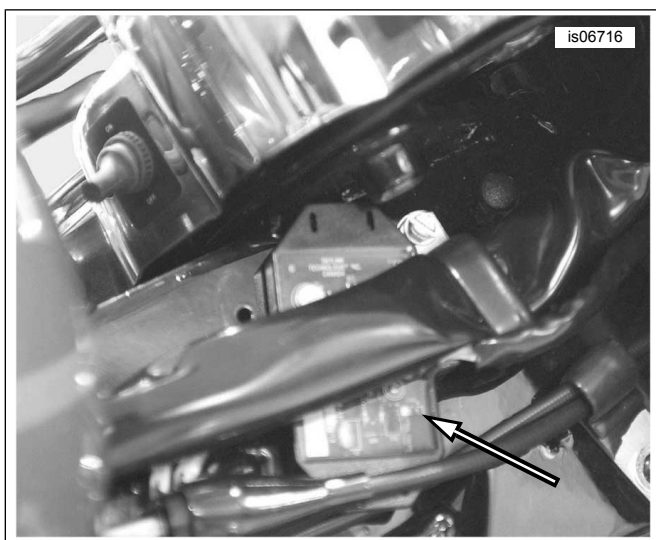

Figura 10. Montaggio del trasmettitore vicino alla canna della forcella (FLHR 2013 ed anni precedenti)
Touring FLHR/ Trike FLRT (tutti)	al lato destro del telaio vicino alla canna della forcella, all'interno della gondola, con cuscinetto di schiuma (rimuovere prima il faro anteriore) (Vedere la figura 10.).
3. Vedere Figura 10 Montare il trasmettitore sul lato destro del telaio vicino alla canna della forcella.